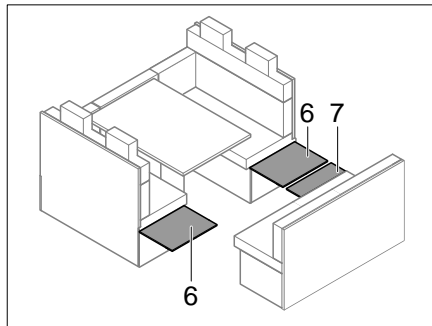

Bild 218 Seitenwände ausklappen
- Sitzkasten-Seitenwände (Bild 218,6) und Sitzkasten-Vorderwand (Bild 218,7) ausklappen.